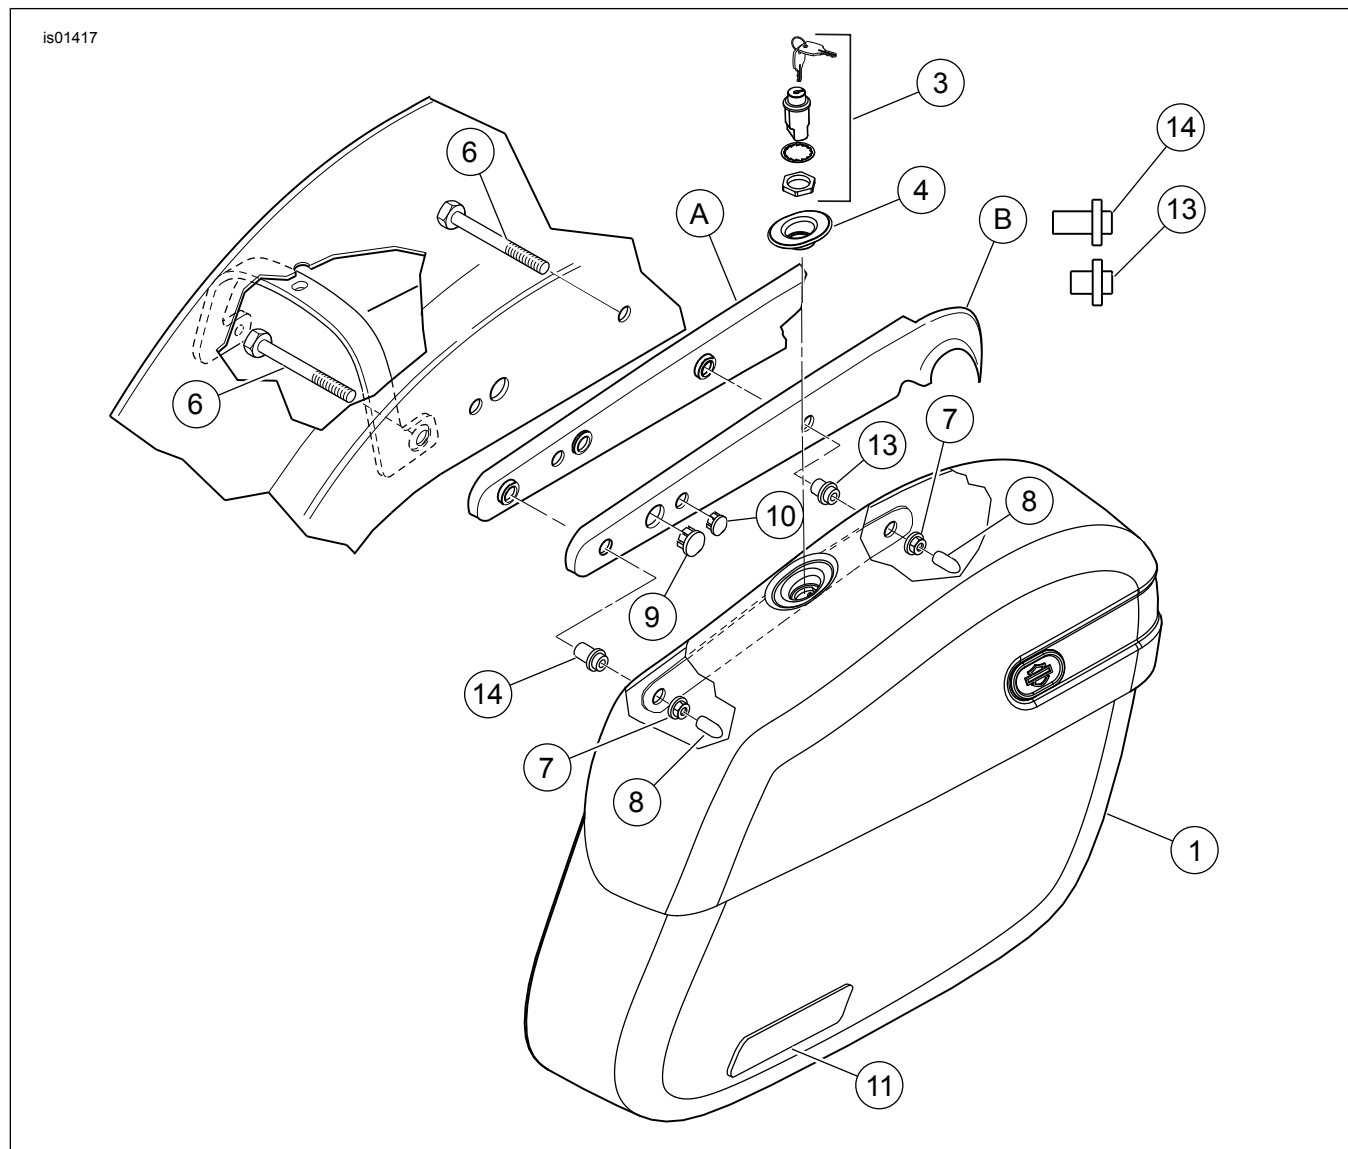

Figura 5. Parti di ricambio: kit borse portapacchi in pelle per modelli Sportster
Vedere la Figura 5, Tabella 1 e la Figura 6, Tabella 2.
1. Vedere la Figura 5. Al di sotto del parafango, installare due viti (6) prese dal kit attraverso il parafango e nel relativo sostegno e coperchio, nel punto da cui erano state precedentemente rimosse due viti.
2. Con l'estremità corta delle boccole rivolte verso l'esterno, installare la boccola corta (13) sulla vite anteriore e la boccola lunga (14) su quella posteriore. Fare scorrere la borsa portapacchi sulle viti finché le boccole non saranno assestate sulla staffa della borsa portapacchi. Avvitare i dadi bloccanti flangiati (7) sulle viti all'interno della borsa portapacchi. Serrare entrambi i dadi bloccanti flangiati ad una coppia di 33-37 N·m (24-27 ft-lb). Installare il cappuccio di protezione della filettatura (8) sulle estremità delle viti.